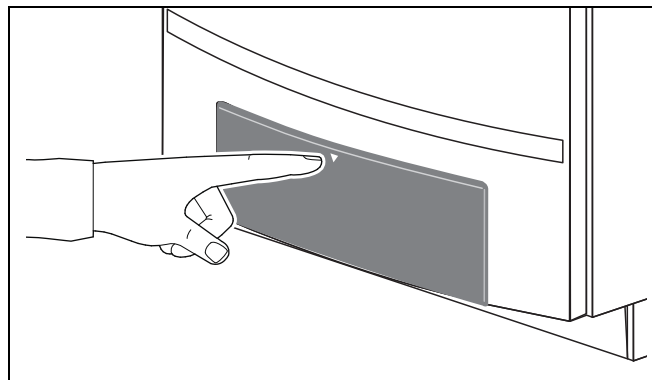

Fig. 71 Bedieningspaneel sluiten
- Sluit de klep van het bedieningspaneel door deze in te drukken (→ fig. 71).